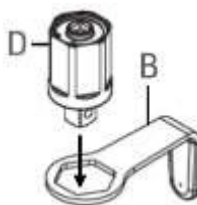

fig. 1
1. Placez le corps du multiplicateur de couple (D) dans le trou correspondant de la barre de réaction (fig. 1).